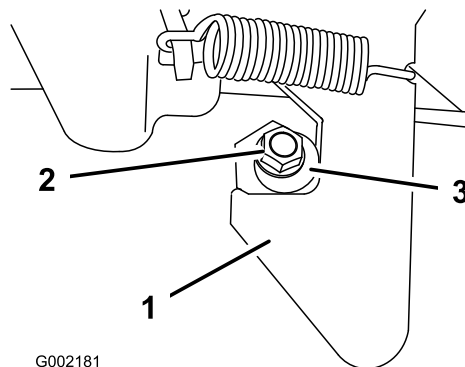

Рисунок 15
1. Ослабьте затяжку гайки в конце стойки защелки (Рисунок 15).
2. Поверните стойку защелки по часовой стрелке, пока она не будет плотно прижата к защелке, и затем затяните гайку (Рисунок 15).